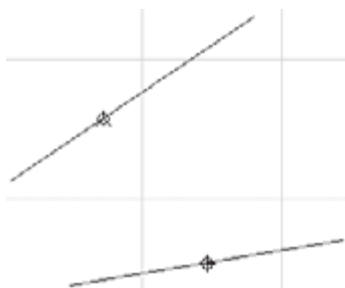

Рис. 3.16. Определение касательных к строящейся окружности
- Поочередно щелкните кнопкой мыши на каждой из построенных линий. Места, в которых был выполнен щелчок, программа пометит окружностями (рис. 3.16).